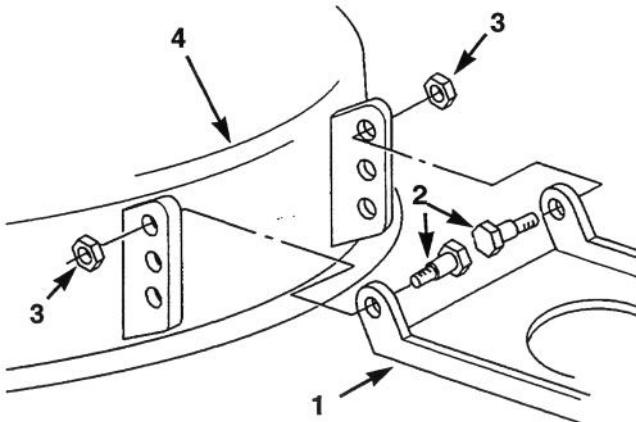

Figure 53
11. Si une inclinaison entre 6,4 et 15,8 mm ne peut être obtenue en tournant l'écrou de réglage, déplacer le support de pivot sur la tondeuse (Fig. 53).
12. Déposer les boulons à épaulement et les contre-écrous de la tondeuse. (Fig. 53)
13. Abaisser le trou de rodage de pivot de la tondeuse et reposer les boulons à épaulement et les contre-écrous. (Fig. 53)